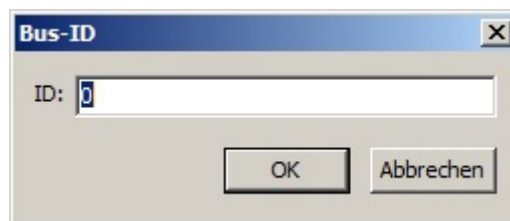

Figure 20 : Bus-ID input
- Selection of Bus-ID (see **Figure 20**)